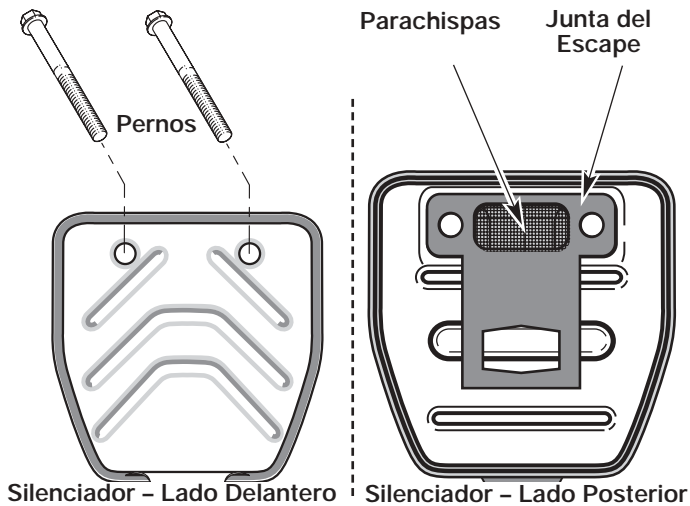

Fig. 25
2. Ubique el frente del silenciador y los dos (2) pernos que lo sujetan al motor. (Fig. 25). Quite los dos (2) pernos con un destornillador de punta plana, una llave de cubo de 5/16 de pulgada o destornillador para tuercas. Hale el silenciador del motor.
3. Voltee el silenciador al lado posterior y localice la junta del silenciador. Retire la junta del silenciador (Fig. 25).
7. Coloque la junta del silenciador contra el lado posterior del mismo. Alinee los orificios de los pernos de la junta del silenciador con los orificios de los pernos del silenciador. Mientras sostiene la junta en su lugar, ponga los pernos en el lado frontal del silenciador (Fig. 25).